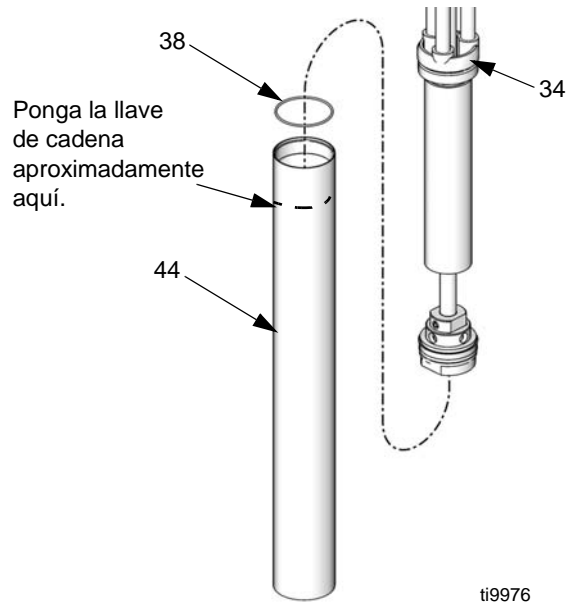

FIG. 18
5. Retire el tubo de aspiración (44) del cuerpo de la bomba (34). Consulte FIG. 18.
6. Inspeccione si la junta tórica (38) del cuerpo de la bomba y el tubo de aspiración está dañada. Consulte FIG. 18.